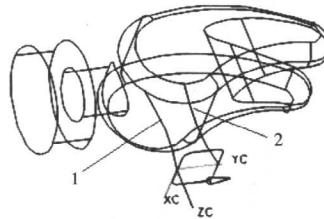
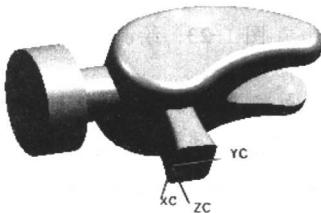

图 1-27 扫描实体
图 1-28 实体
(8) 利用“曲面”→“已扫掠”生成扫描实体，分别以圆弧 1、2 为引导线，以矩形框为剖面，生成的实体与锤头做求和布尔运算，如图 1-27 所示。实体结果如图 1-28 所示。